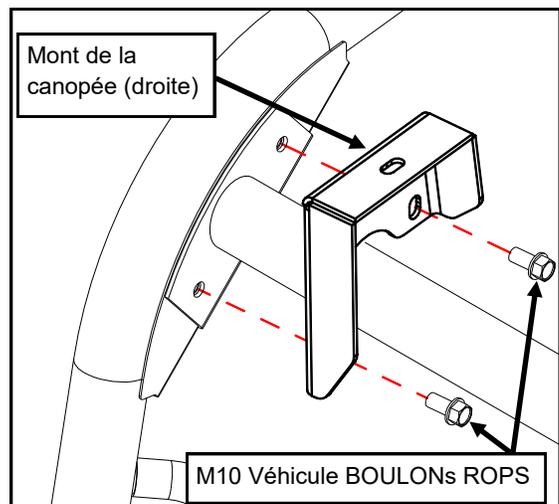

Fig. 2
1. Retirez (2) les boulons ROPS avant droit (M10) et économisez pour la réutilisation.
2. Installez le montage droit de la canopée à l'aide de boulons ROPS enlevés à l'étape 1. Laissez les boulons en vrac. (voir fig. 2)